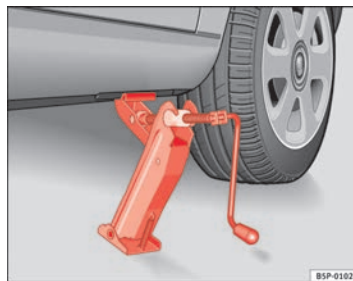

Fig. 173 Colocación del gato
- Posicione el gato de modo que su garra envuelva el nervio del larguero inferior y que la placa base móvil se apoye plana sobre el suelo ⇒ página 258, fig. 173.